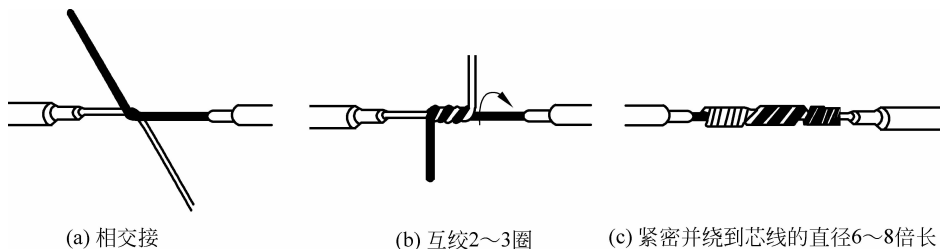

图 3-3 单线直接连接
先把两线端 X 形相交后,互相绞合 2~3 圈,然后将每线端在线芯上紧密并绕到芯线直径的 6~8 倍长,多余的线头剪去,用钳口压平毛刺。单线直接连接如图 3-3 所示。
- (1) 相交接,如图 3-3(a)所示。
- (2) 互绞 2~3 圈,如图 3-3(b)所示。
- (3) 紧密并绕到芯线的直径 6~8 倍长,如图 3-3(c)所示。